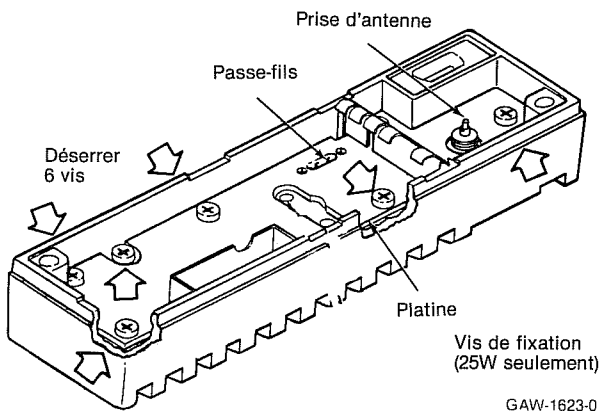

Figure 17
(3) Dessoudez les fils A+ du connecteur d'alimentation et du connecteur d'antenne (voir figure 17).
(4) (Appareils 25W seulement) Déposez les vis de montage du transistor comme indiqué sur la figure 17.
(5) Déposez toutes les vis de montage de la platine de l'amplificateur de puissance HF (voir figure 17) et sortez la.